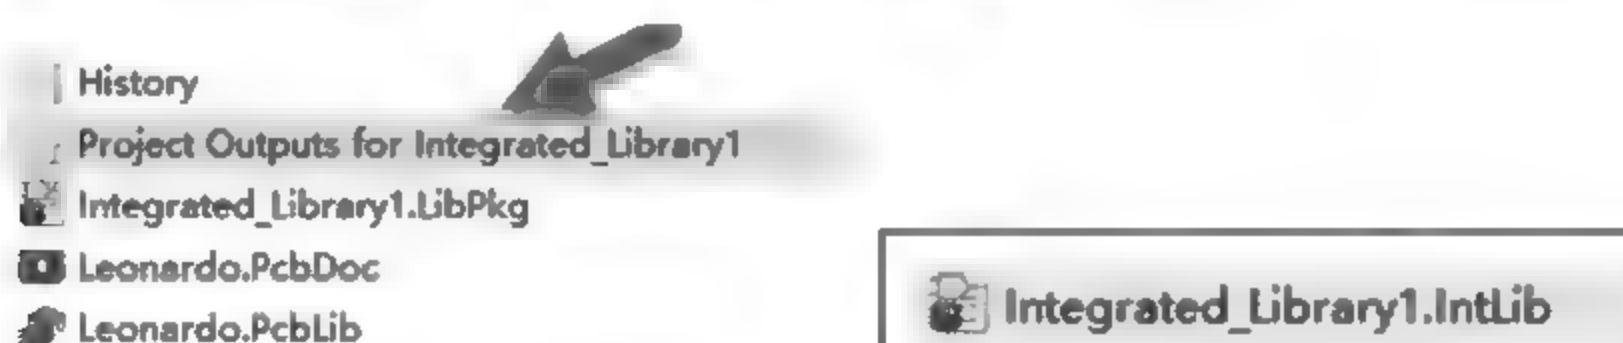

图 3-75 得到集成库文件
(6) 在集成库保存路径下,在 Project Outputs for Integrated_Library1 文件夹中得到集成库文件 Integrated_Library1.IntLib,如图 3-75 所示。